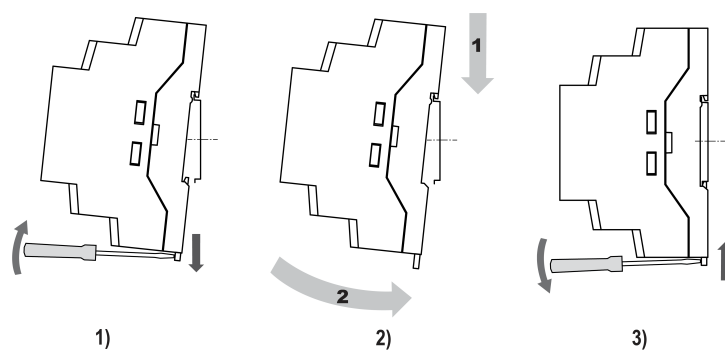

Рисунок 4.10 – Монтаж прибора с креплением на DIN-рейку
2. Вставив отвертку в проушину, оттянуть защелку рисунок 4.10, 1)
3. Установить прибор на DIN-рейку в соответствии с в направлении стрелки 1 рисунок 4.10, 2);
4. Прижать прибор к DIN-рейке в направлении, показанном стрелкой 2 (рисунок 4.10, 2). Зафиксировать защелку (см. рисунок 4.10, 3).